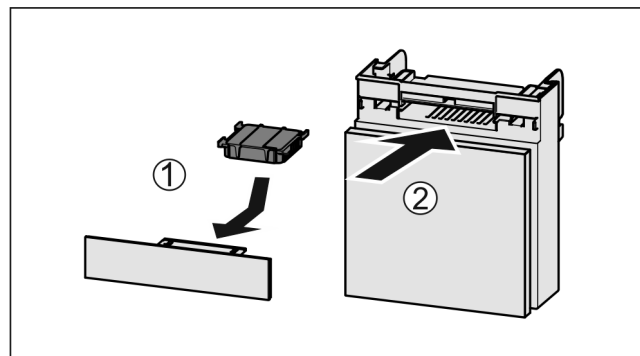

Fig. 40
- Aktivkohlefilter nach Abbildung einsetzen Fig. 40 (1).
- Fach einschieben Fig. 40 (2).